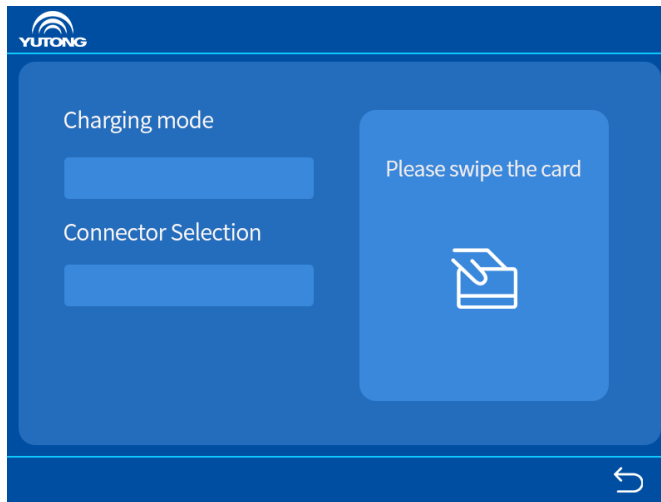

Figura 9 Interfaz de paso de tarjeta
4) El proceso de carga entra en la interfaz de paso de la tarjeta, por favor, siga las indicaciones de la interfaz para pasar la tarjeta, si la función de paso de la tarjeta está desactivada, omita este paso. Como se muestra en la figura 9.